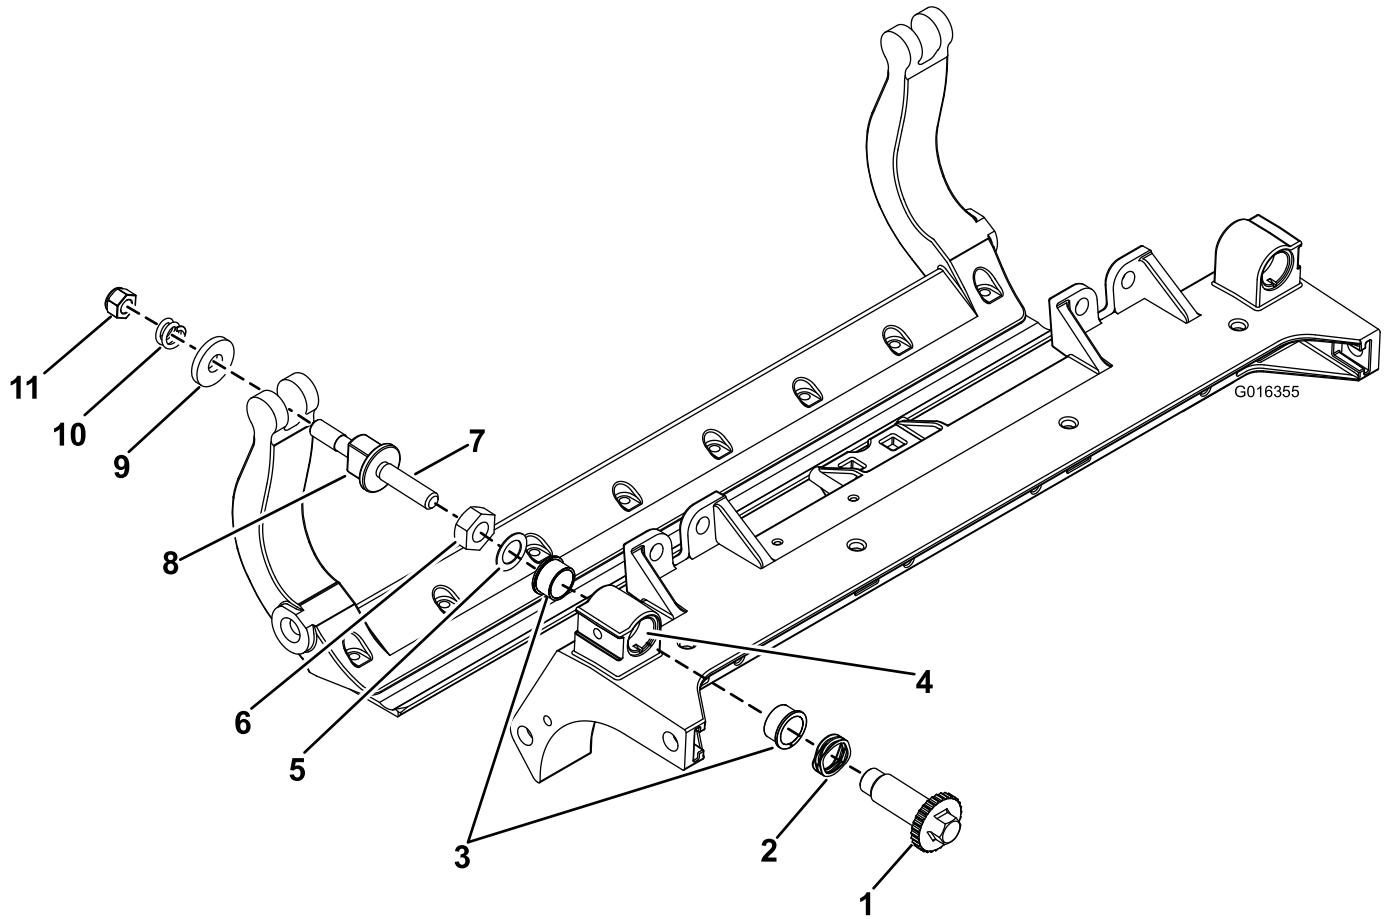

Bild 33
1. Entfernen Sie alle Teile, siehe *Installationsanleitung* für das HD-DPA-Kit, Modellnr. 120-7230, und Bild 33.
2. Tragen Sie ein Gleitmittel innen im Büchsenbereich am mittleren Schneideeinheitrahmen auf (Bild 33).
3. Fluchten Sie die Keile an den Flanschbüchsen mit den Schlitten im Rahmen aus und setzen Sie die Büchsen ein (Bild 33).
4. Legen Sie eine Wellenscheibe auf die Einstellerwelle und schieben Sie die Einstellerwelle auf die Flanschbüchsen im Rahmen der Schneideeinheit (Bild 33).
5. Befestigen Sie die Einstellerwelle mit einer Flachscheibe und einer Sicherungsmutter (Bild 33). Ziehen Sie die Sicherungsmutter mit 20-27 N·m an.
- B. Legen Sie eine Stahlscheibe außen auf jede Nylonscheibe (Bild 33).